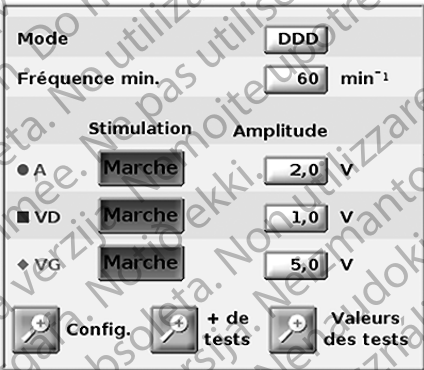

Figure 9. Panneau Amplitude et stimulation du PSA
- Panneau Amplitude et stimulation du PSA (Figure 9 en page 23)